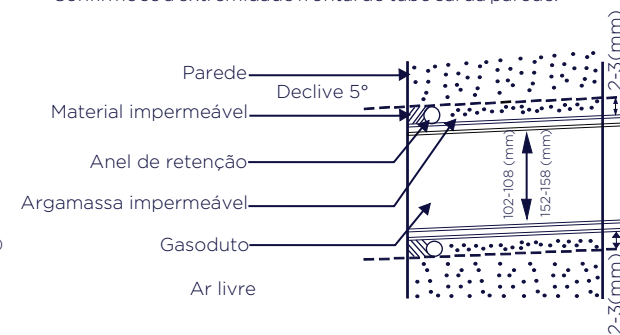

Figura 4
- Conforme mostrado na figura 4, processe o tubo após passá-lo pela parede;